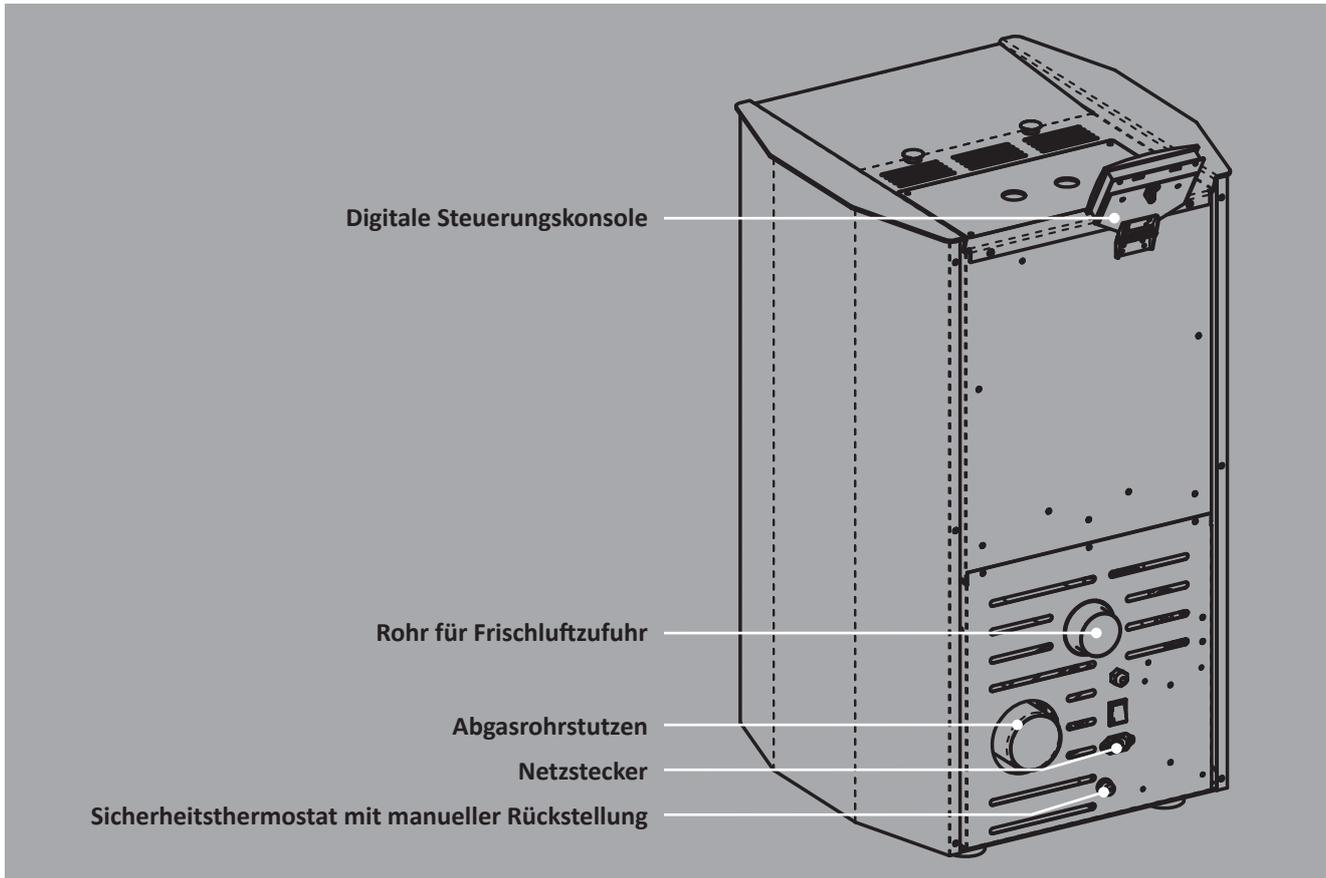
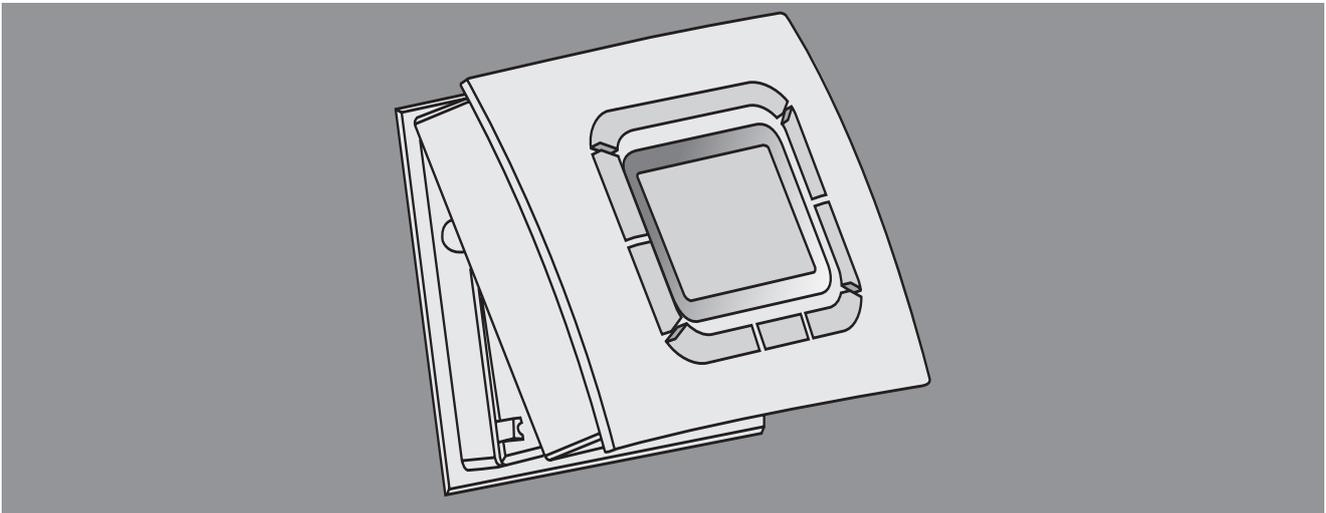

Abb. 1a: Geräteübersicht (Abbildung modellabhängig)
Abb. 2: Display-Montage
- ▶ Schalten Sie im Falle eines Schornsteinbrandes den Ofen sofort am Ein-/Ausschalter (Hauptschalter, siehe Abb. 1a) ab und ziehen Sie den Netzstecker aus der Steckdose. Versuchen Sie auf keinen Fall den Brand selbst zu löschen. Schütten Sie niemals Wasser in einen brennenden Schornstein. Rufen Sie unverzüglich die Feuerwehr! Lassen Sie zur Identifizierung der Brandursache den Schornstein unbedingt von Ihrem Bezirksschornsteinfeger überprüfen, bevor Sie den Pellet-Heizofen wieder in Betrieb nehmen.
- ▶ Schalten Sie den Ofen sofort am Ein-/Ausschalter (Hauptschalter, siehe Abb. 1a) ab, wenn aus irgendeinem Teil des Ofens oder des Abgasrohrs Rauch entweicht. Sorgen Sie für eine gute Raumbelüftung, indem Sie sämtliche Fenster öffnen. Lassen Sie den Ofen vollständig abkühlen, bevor Sie die Ursache der Rauchentwicklung ermitteln. Ziehen Sie, wenn nötig einen Fachmann hinzu. Starten Sie
1. Schließen Sie einen dafür geeigneten hitzebeständigen Schlauch bzw. Luftkanal (**Ø 60 mm, max. Länge 2,0 m**) am Luftansaugrohrstutzen (siehe Abb. 1a) an der Geräterückseite an.
Schalten Sie das Gerät am Ein-/Ausschalter (siehe Abb. 1a) ab. Lösen Sie das Frontteil. Drücken Sie hierfür fest auf die mit „PUSH“ gekennzeichnete Keiltaste an der Display-Unterseite. Entnehmen Sie das Frontteil, indem Sie es nach oben klappen (siehe Abb. 2).
1. Vergewissern Sie sich, dass der Ein-/Ausschalter (Hauptschalter, siehe Abb. 1a) auf der Position 0 steht.
2. Schließen Sie das beiliegende Netzkabel zunächst am Gerät an. Die Anschlussbuchse für das Netzkabel befindet sich unterhalb des Hauptschalters auf der Geräterückseite (siehe Abb. 1a). Stecken Sie dann das Netzkabel in eine geerdete, durch einen FI-Schutzschalter abgesicherte Steckdose (230 V~50 Hz).
3. Bringen Sie nun den Ein-/Ausschalter (Hauptschalter, siehe Abb. 1a) auf Position I. Das Gerät ist nun betriebsbereit und das Display zeigt die folgenden Informationen: